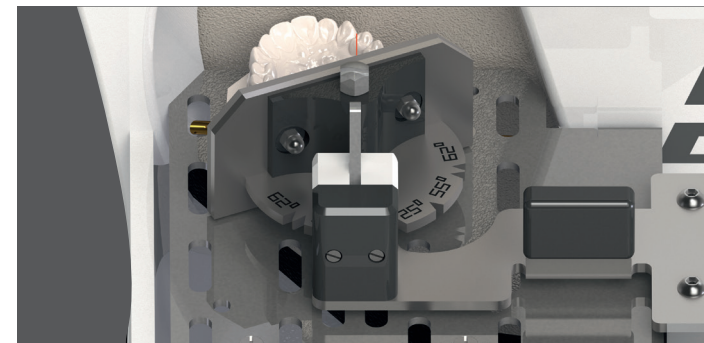

Abb. 12
- Anschließend OK-Front in 25°-Stellung des Winkelanschlages symmetrisch ab Mitte Eckzahn gegen Mitte OK beschleifen (Abb. 12).